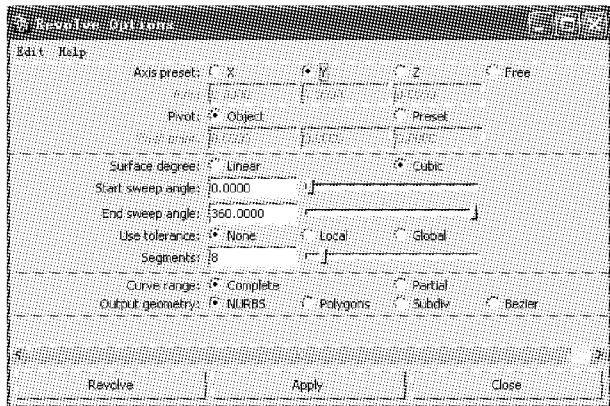

图 3-16 旋转参数设置
(3) 设置旋转参数如图 3-16 所示。Axis preset 为旋转参照坐标, 根据所需要旋转的